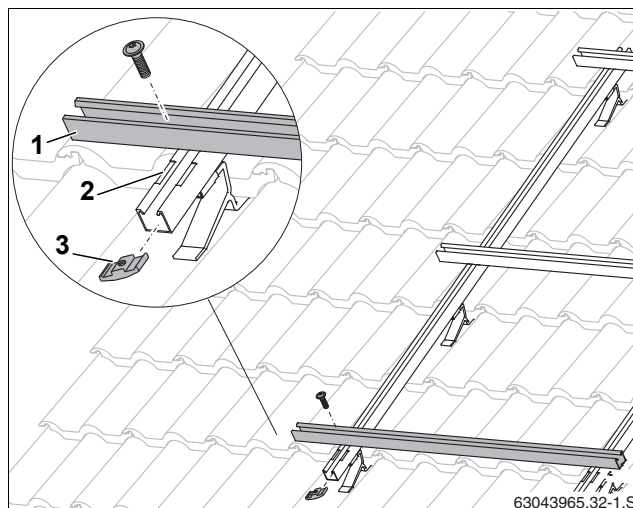

Рис. 30 Монтаж горизонтальных профильных реек
- ▶ Уложите профильные рейки (рис. 30, [1]) в углубления (рис. 30, [2]) на профиле с повышенной снеговой нагрузкой и для дальнейшего их выравнивания только слегка закрепить винтами и алюминиевыми гайками (рис. 30, [3]).